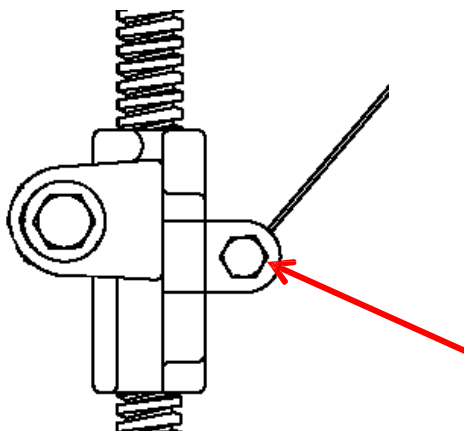

图 3 – 水平安定面舵架
2. 拆卸固定套管上的螺栓，并将调整橡皮筋钢索固定在水平安定面的舵架上(见图 3)。